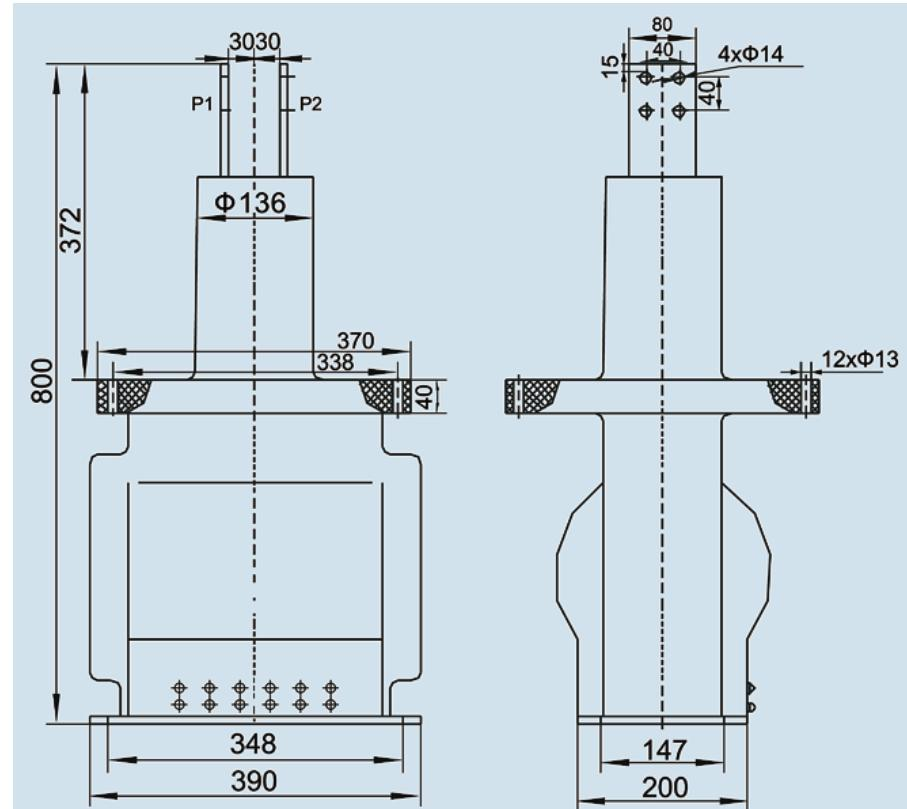

Рис. 6.1 Внешний вид и размеры трансформатора тока LZZBJ4-35 (W1)
6. Внешний вид и размеры (см. рис. 6.1)